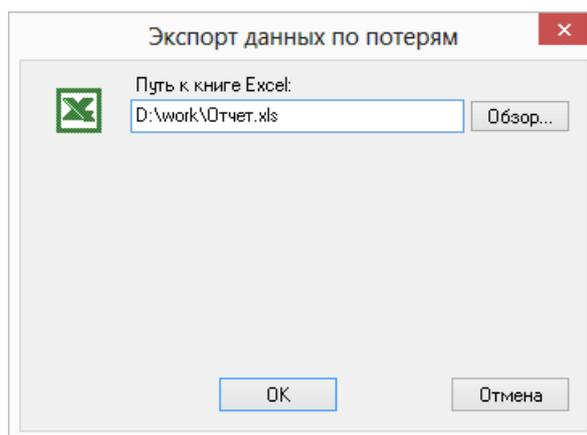

Рисунок 14.4. Экспорт результатов в Excel
2. В появившемся окне, (Рисунок 14.4, «Экспорт результатов в Excel») нажмите кнопку Обзор... и укажите в открывшемся диалоге выбора файла каталог и название файла для сохранения книги Excel.